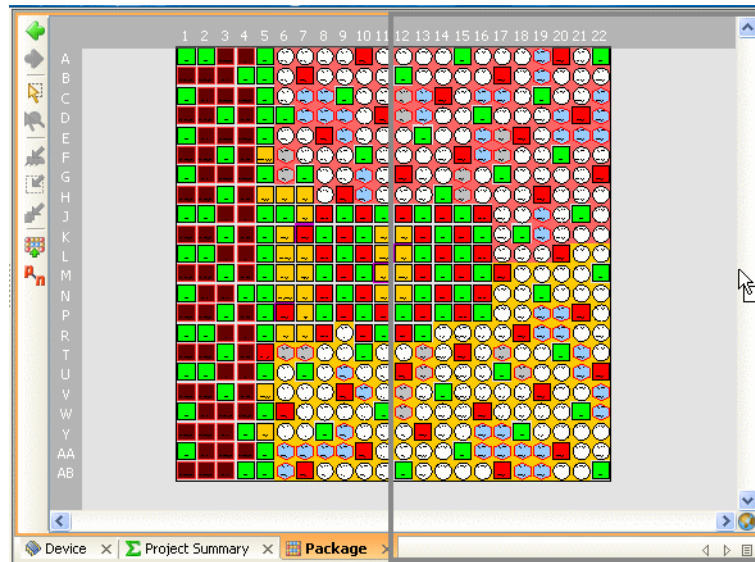

図 8-2 : [Package] ビューと [Device] ビューの同時表示
- ◆ どちらかのビューのタブをクリックし、ワークスペースの右側のスクロールバーまでドラッグします。ビューが配置される箇所がグレーの長方形で囲われます。カーソルをドラッグして配置箇所を決めたら、ドロップします。これでワークスペースが分割されます。221 ページの図 8-2 は、ビューを分割した例を示しています。この方法は、ほかのビューでも使用できます。